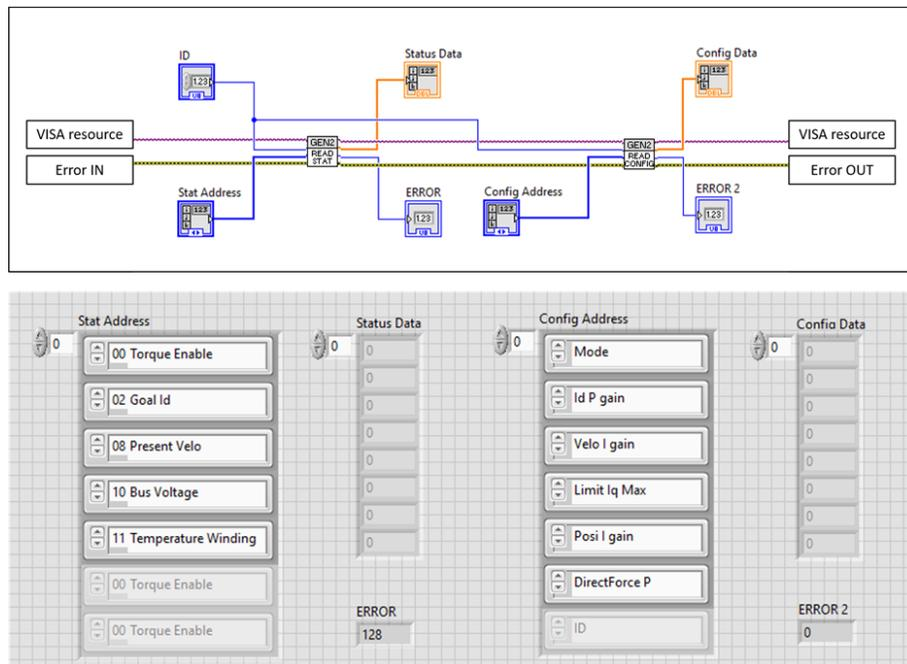

图 14: 数据读取
- 1) **数据读取** BEAR 驱动器的配置寄存器和状态寄存器中的数据可分别使用 Read_Config 和 Read_Stat 这两个 subVIs 来读取, 如图14所示。